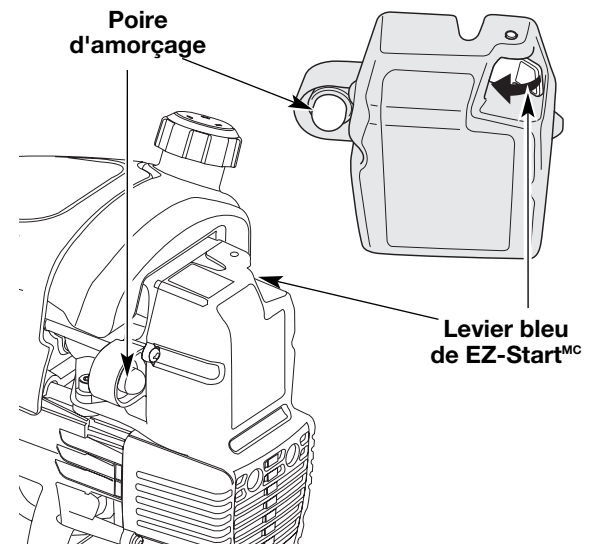

Fig. 17
2. Pressez et relâchez la poire d'amorçage à 10 reprises, lentement. Une certaine quantité de **carburant devrait être visible dans la poire d'amorçage** et les conduites de carburant (Fig. 17). Si vous n'apercevez pas de carburant dans la poire, pressez et relâchez la poire autant de fois que nécessaire jusqu'à ce que vous aperceviez du carburant dans cette dernière.
3. **Faites pivoter le Levier bleu de EZ -Start^{MC} vers la poire d'amorçage** jusqu'à ce qu'il clique et se verrouille en place (Fig. 17).